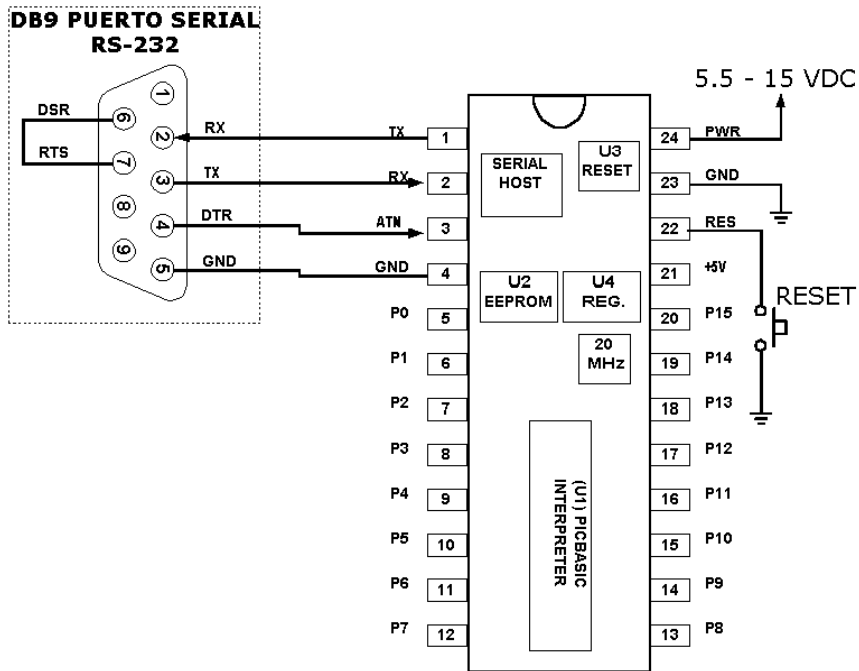

Figura 3.4: Conexión típica para su funcionamiento
1. Con el BS2 previamente energizado y conectado como lo indica la figura 3.4, cargue el editor PBASIC.